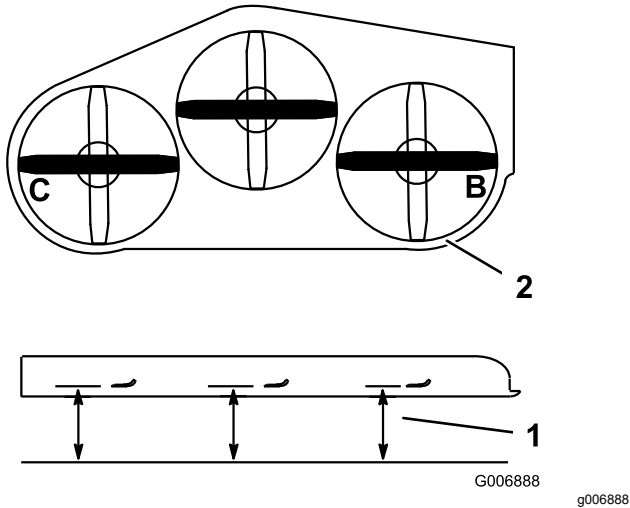

図 81
4. **B** 位置および**C** 位置で、平らな床面からブレードの刃先までの距離を測定する **図 81**。